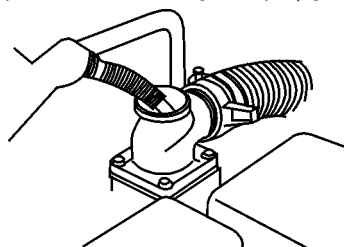

Fig. 9 – Completando a bomba com água
- Complete a bomba com água limpa (fig. 9).